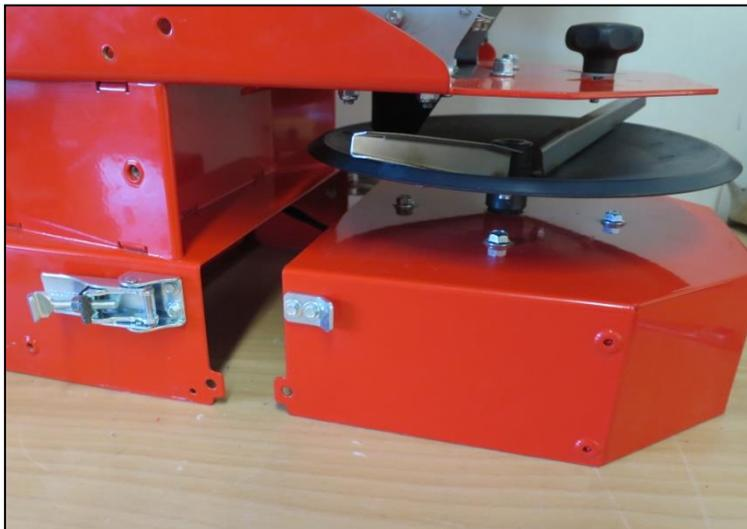

図 : 43
- 散布プレートモーターのケーブルをマルチドージング装置に接続するには、プレートフレームを 図 : 43 のように配置します。